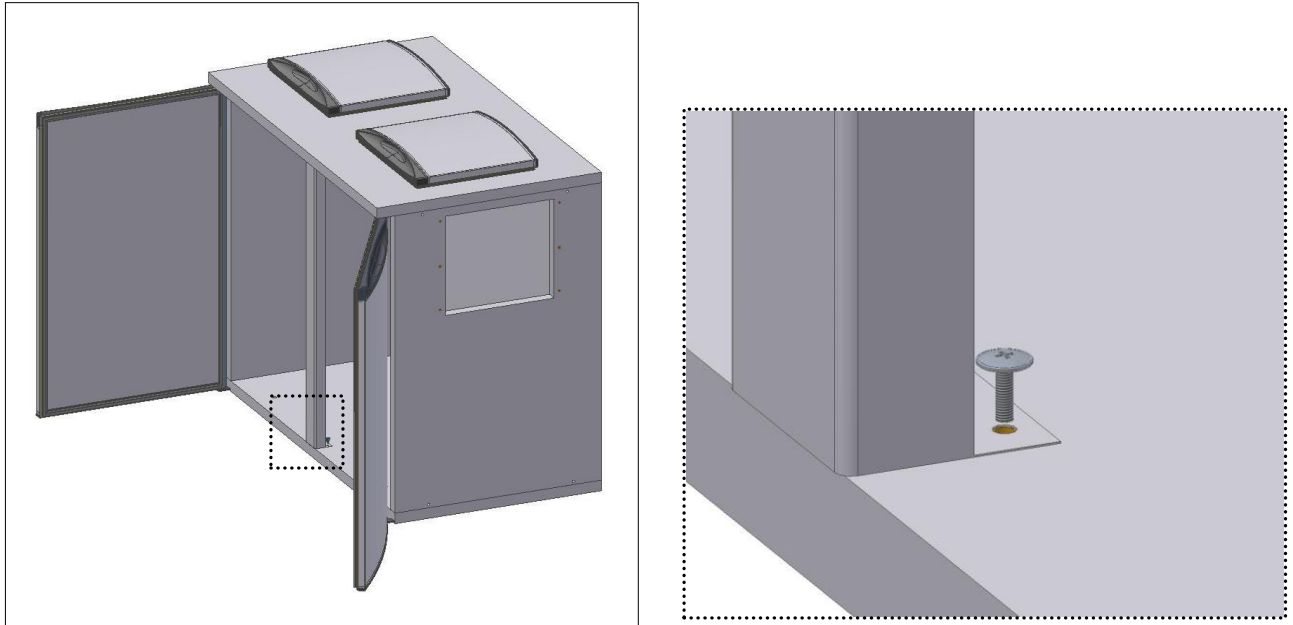

Fig. 10
- Fixar o **pilar** ao painel do tampo e fundo (Fig.10);